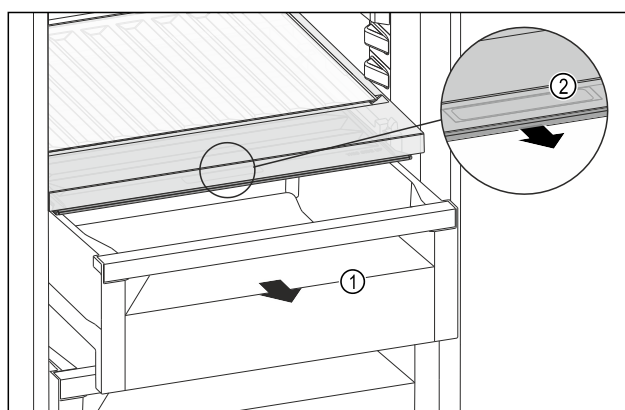

Fig. 168
- Schuifvak Fig. 168 (1) uittrekken.
- Greeplijst Fig. 168 (2) op het vakdeksel vastpakken en het vakdeksel gelijktijdig naar voren trekken.